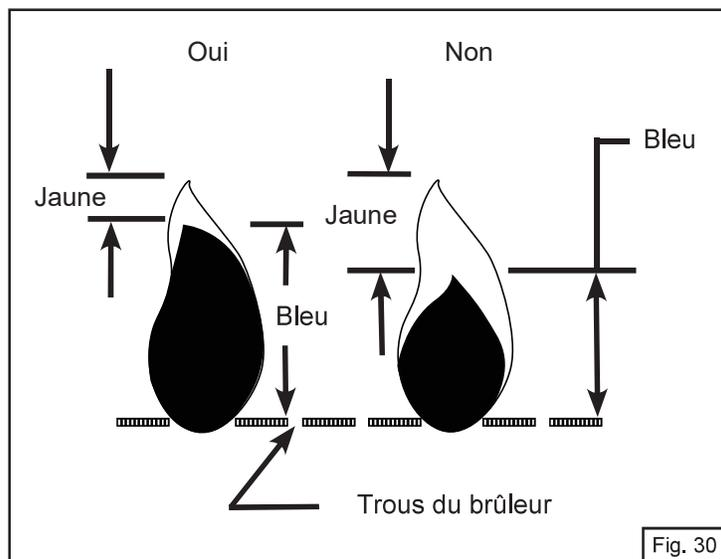

Fig. 30
- Les flammes doivent ressembler à la bonne flamme illustrée à la Fig. 30 et se présenter comme suit :